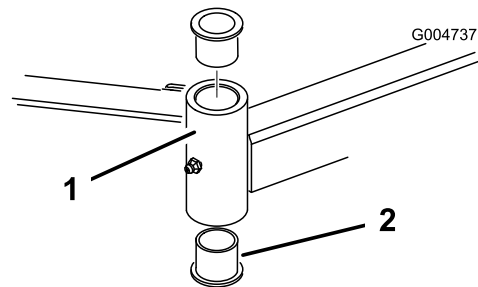

Bild 108
4. Stecken Sie einen Dorn oben oder unten in das Befestigungsrohr und treiben die Büchsen heraus (Bild 108).